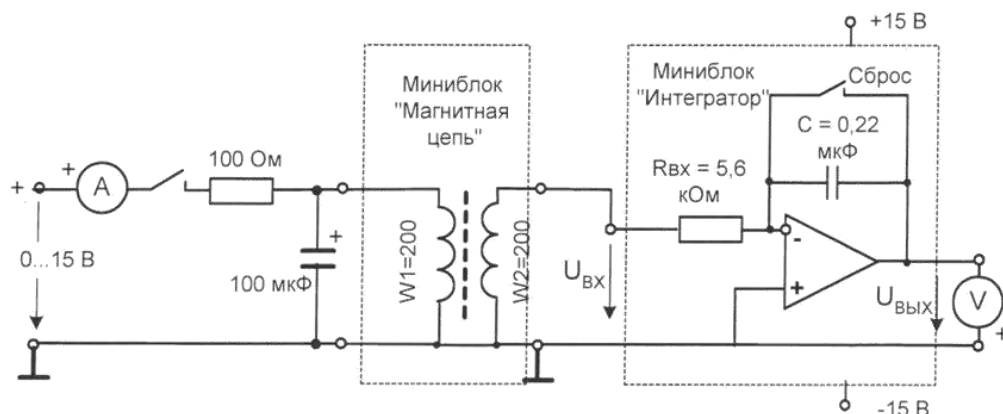
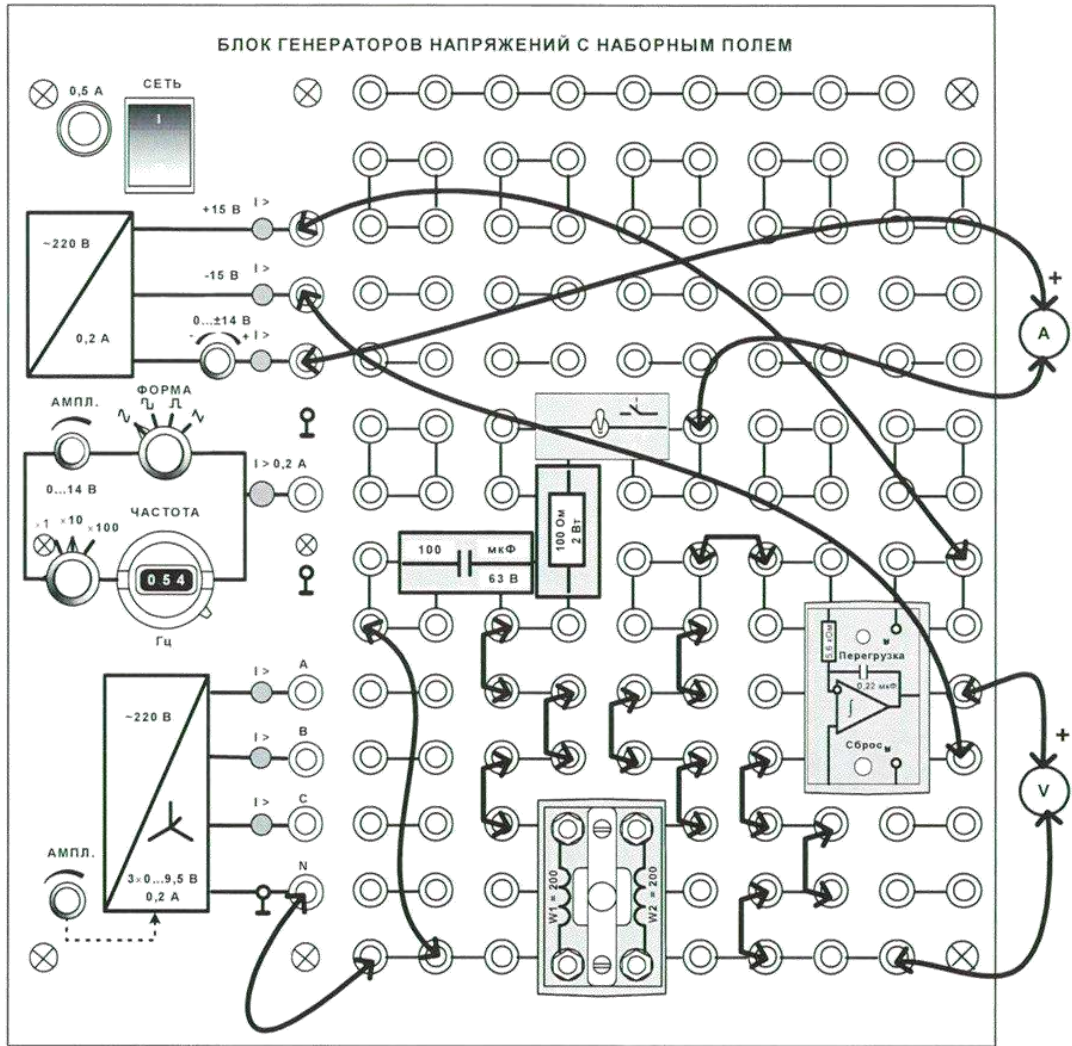

Рис.13.1
Рис.13.5
- Соберите электрическую цепь согласно принципиальной схеме (рис. 13.1) и монтажной схеме (рис. 13.5). Конденсатор 100 мкФ в этой цепи установлен для того, чтобы после отключения цепи в контуре L-С возникали затухающие колебания, и сердечник размагничивался.